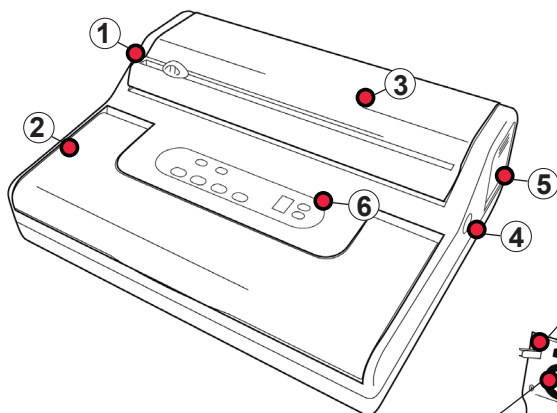

Figura 1.
Esta envasadora viene equipada con un alojamiento portarrollos (Figura 1, punto 3) compatible con rollos Elma de 20 x 600 cm y 30 x 600 cm. Se pueden alojar hasta 2 rollos. Para introducir los rollos en su alojamiento se debe pulsar el botón apertura portarrollos (3). A continuación, introduce el rollo en el alojamiento, desenrolla aproximadamente 20 cm de rollo haciendo pasar el borde del rollo por la abertura en el que se encuentran acopladas las tijeras corta rollos (Figura 1, punto 1).
- **Función Accesory:** mediante esta función se puede realizar el vacío en recipientes especiales. Conecta el tubo de aspiración en el conector para recipientes (Figura 1, punto 5) de la envasadora y conecta el otro extremo al recipiente (no se incluyen tubos de aspiración ni recipientes). Una vez realizada la conexión, pulsa la tecla **“Accesory”** y el proceso de aspiración comenzará. Al llegar al nivel óptimo de vacío, la envasadora se detendrá automáticamente. Es entonces cuando se puede proceder a desconectar el recipiente. Esta función sólo debe usarse junto con accesorios diseñados específicamente para el envasado al vacío.
- **Función Marinate:** mediante esta función se pueden marinar alimentos en recipientes especiales. Introduce el alimento que desees marinar en el recipiente junto con su aderezo. **Importante: las especias molidas que no estén bien mezcladas con la salsa pueden obstruir o dañar gravemente la bomba de vacío.** Conecta el tubo de aspiración en el conector para recipientes (Figura 1, punto 4) de la envasadora y conecta el otro extremo al recipiente (no se incluyen tubos de aspiración ni recipientes). Una vez realizada la conexión, pulsa la tecla **“Marinate”** y el proceso comenzará. Pulsando una vez la tecla **“Marinate”** se selecciona el programa corto (15 minutos); pulsando la tecla por segunda vez se selecciona el programa extendido (27 minutos). La envasadora comenzará a realizar procesos de aspiración y espiración del aire, consiguiendo de esta manera que el aderezo penetre por los poros del alimento. Esta función sólo debe usarse junto con accesorios diseñados específicamente para el envasado al vacío.
Después de utilizar la máquina, se recomienda limpiar con jabón neutro tanto la carcasa del aparato, como la cámara de vacío con el objetivo de garantizar la higiene y una correcta conservación de la envasadora. Del mismo modo, es importante que la barra y goma de sellado se encuentren limpias en todo momento para asegurar un correcto sellado de la bolsa, así como las gomas de vacío (Figura 1 y 2). Comprueba periódicamente que la cámara de vacío se encuentra libre de residuos o impurezas para evitar obstrucciones en el proceso de aspiración.